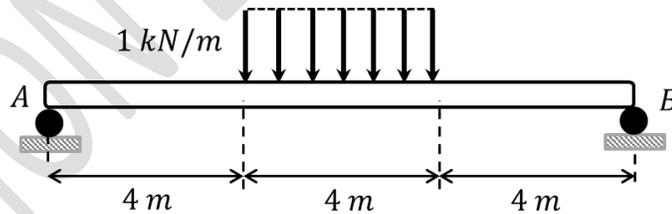

Fig. 8.38.
8.15.- Realice un diagrama de fuerza cortante y torque flector de la viga montada en los soportes AB y sometida a una carga distribuida homogénea como se muestra en la Fig. 8.38.